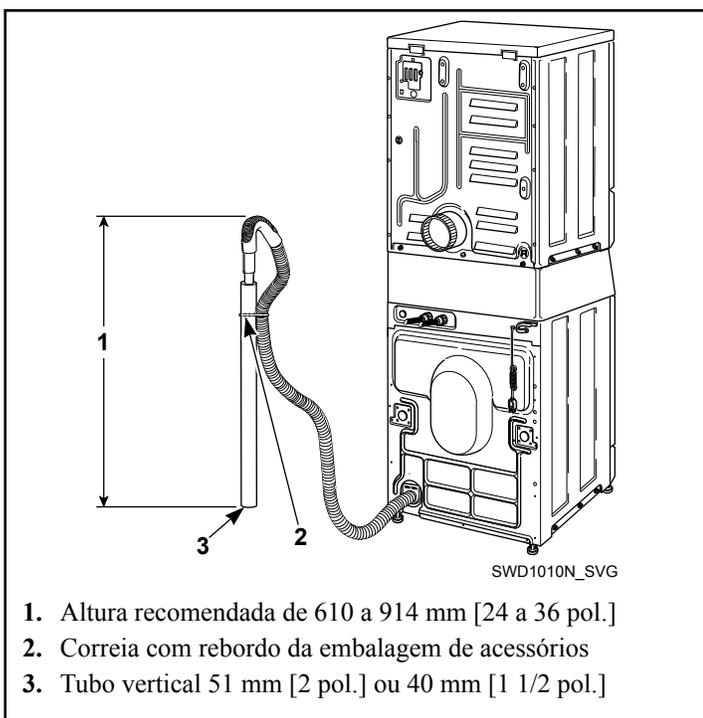

Figura 8
2. Remova a correia de fixação com rebordo da embalagem de acessórios, coloque-a ao redor do tubo vertical e da mangueira de drenagem e aperte a correia para manter a mangueira e o tubo vertical presos. Consulte a *Figura 8*. Isso evitará que a mangueira de drenagem seja desalojada do receptáculo de drenagem durante o funcionamento da máquina.